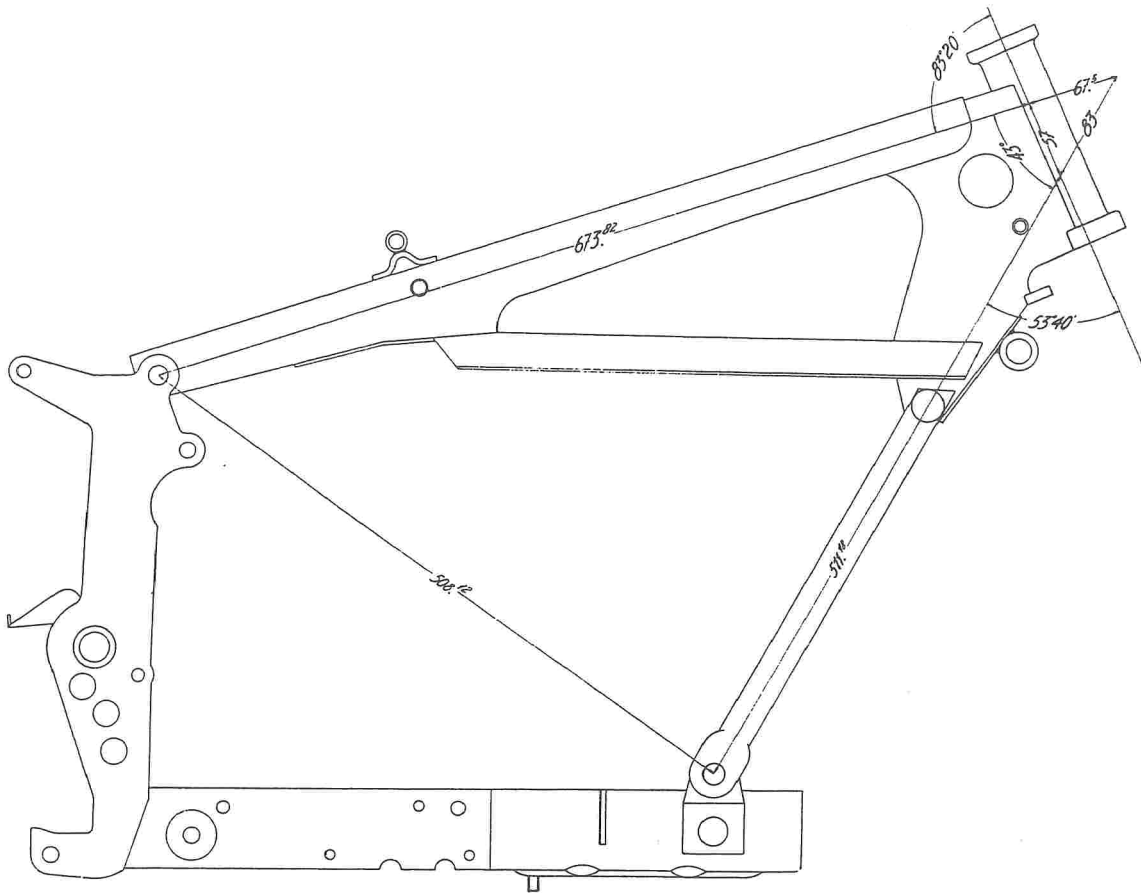

Fig. 32
*La fig. 32 dà le misure principali del telaio, dovendolo controllare dopo un urto, occorre disporlo su un piano e verificare le distanze segnate in figura.*